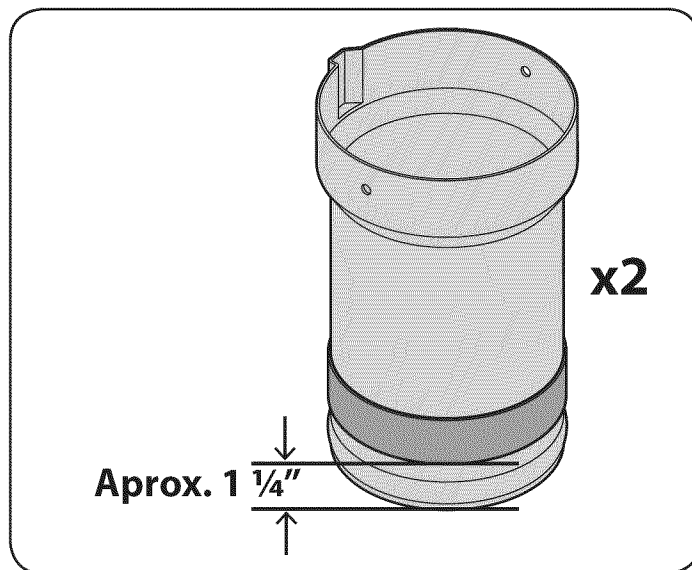

Figura 15
3. Aplique una franja de goma adhesiva ancha, incluida en el paquete de elementos de ferretería 689-00342, en el tubo de extensión del canal, aproximadamente a 1.25" del extremo angosto del tubo de extensión, que debería estar aproximadamente 1/4" por encima del reborde del extremo angosto del tubo de extensión, como se muestra en la Figura 15.